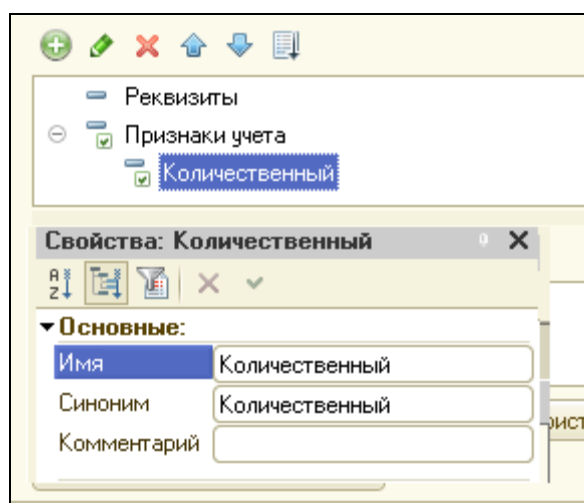

Рисунок 7.5 Создание реквизита плана счетов в группе Признаки учета
3. На закладке **Данные** выделить группу реквизитов **Признаки учета**, нажать кнопку **Добавить**. Создать признак учета – **Количественный** (рис.7.5).